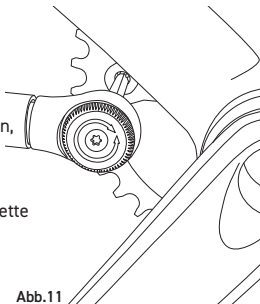

Abb.11
- Die Schrauben mit einem Drehmomentschlüssel auf **8 Nm (71 in.lbs)** für Ekar und auf **10 Nm (88 in.lbs)** für Ekar GT anziehen (**Abb. 11**).